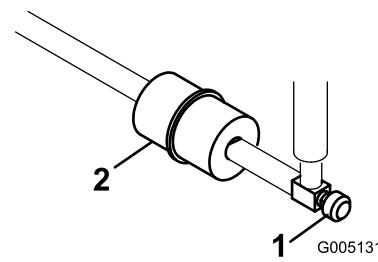

Figura 53
Nei tubi di alimentazione, tra il serbatoio del carburante ed il carburatore, è incorporato un filtro in linea (Figura 53). Sostituite il filtro ogni 800 ore o prima, qualora il flusso del carburante fosse ostacolato. Verificate che la freccia sul filtro sia diretta lontano dal serbatoio del carburante.
1. Chiudete la valvola di intercettazione del carburante, allentate la fascetta stringitubo dal lato carburatore e rimuovete il tubo di alimentazione dal filtro (Figura 53).
2. Collocate una bacinella di spurgo sotto il filtro, allentate la restante fascetta stringitubo e rimuovete il filtro (Figura 53).